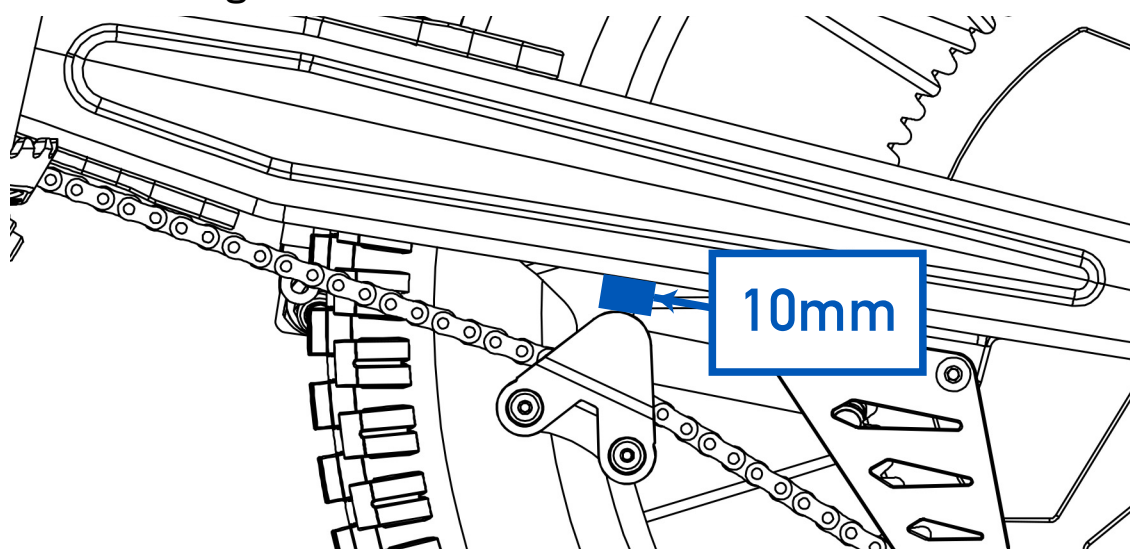

Fig. 12
- Comprobar la holgura de la cadena, de manera que la cadena tenga un juego como el que se indica en este manual, de 10 mm (Fig. 12). Para revisar esto, debe girar la rueda y verificar la holgura varias veces, midiendo siempre desde el mismo punto. La cadena no debe presentar mucho juego ni demasiada rigidez.
- 4- Una vez superada la mitad del recorrido, la excéntrica debe ser girada para adoptar la posición que garantice un ajuste óptimo hasta el límite máximo del recorrido, tal como se observa en la Fig. 12.